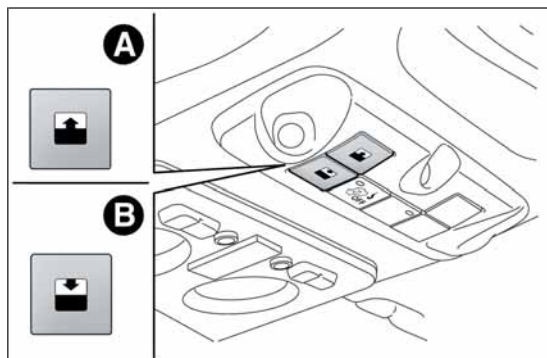

РИС. 54
Крыша может быть открыта только при ключе зажигания в положении MAR. Кнопки А и В РИС. 54 на специальной панели около переднего плафона управляют функциями открытия/закрытия открывающейся крыши.
Нажатие на кнопку А РИС. 54 обеспечивает два режима открытия передней стеклянной панели.
Нажатие на кнопку В РИС. 54 обеспечивает два режима закрытия передней стеклянной панели.
- нажмите кнопку В РИС. 54, пока крыша полностью не закроется. Отпустите кнопку;